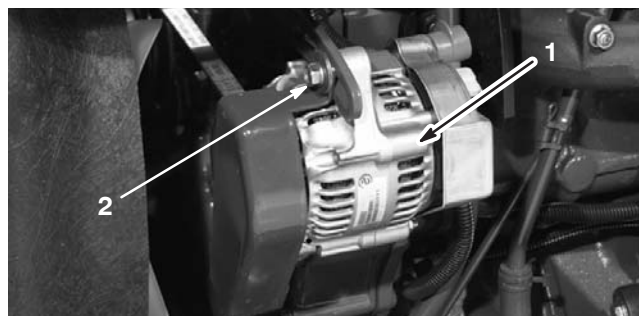

Figure 52
Vérifiez l'état et la tension de la courroie (Fig. 52) toutes les 100 heures de fonctionnement.
2. Si ce n'est pas le cas, desserrez les boulons de montage de l'alternateur (Fig. 52). Augmentez ou diminuez la tension de la courroie et resserrez les boulons. Contrôlez de nouveau la flèche de la courroie pour vérifier si la tension est correcte.